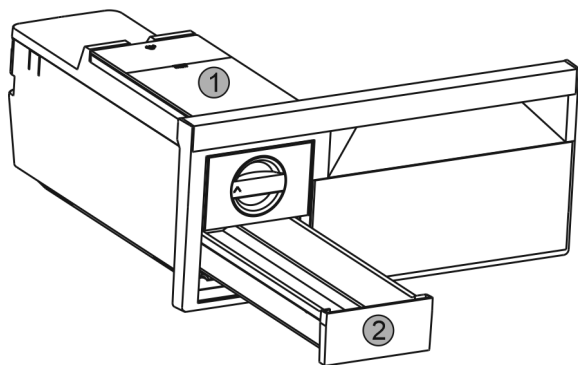

Fig. 66
- Vegye ki a víztartályt Fig. 66 (1) és a jégkockafiókot Fig. 66 (2).